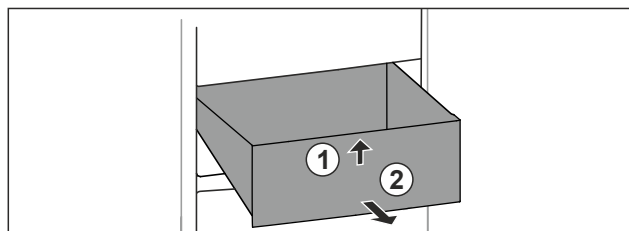

Fig. 93
- ▶ Predal spredaj dvignite. Fig. 93 (1)
- ▶ Predal vzemite ven v smeri naprej. Fig. 93 (2)